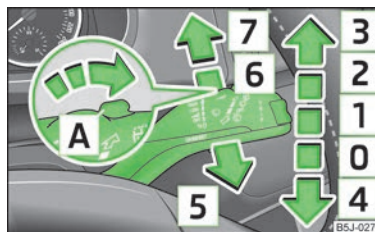

Fig. 30
- Dacă doriți să ștergeți parbrizul **scurt**, apăsați maneta în poziția asistată de arc » fig. 30.
- Aduceți maneta în sus, în poziția » fig. 30.
- Trageți maneta înspre volan în poziția amortizată » fig. 30, instalația de spălare a parbrizului și ștergătoarele funcționează.
- Apăsați maneta în sens opus volanului, în poziția » fig. 30, ștergătorul șterge la fiecare 6 secunde.
- Apăsați maneta în sens opus volanului, în poziția amortizată » fig. 30, ștergătoarele și instalația de spălare funcționează.
- Aduceți maneta la loc, în poziția de bază [0] » fig. 30.
Dacă faza scurtă sau faza lungă este cuplată și maneta ștergătoarelor de parbriz se trage în poziția [5] » fig. 30 la pagina 44, farurile sunt stropite scurt. La curățirea farurilor se ajunge și la fiecare a cincea stropire a parbrizului.